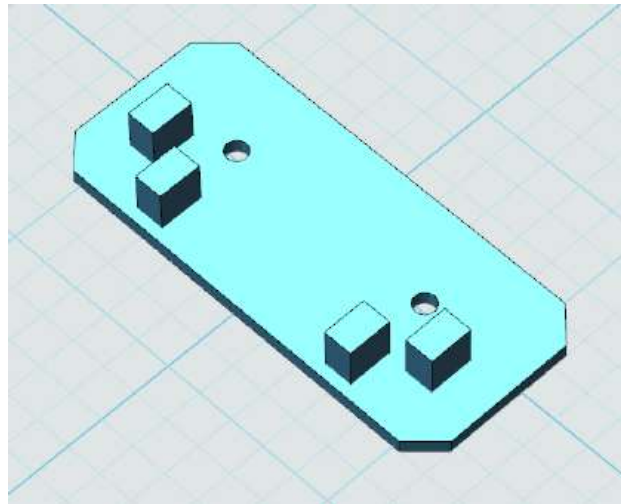

图 11-11
5.选择草图，点击拉伸选项，高度为 8。完成后如图 11-11 所示。